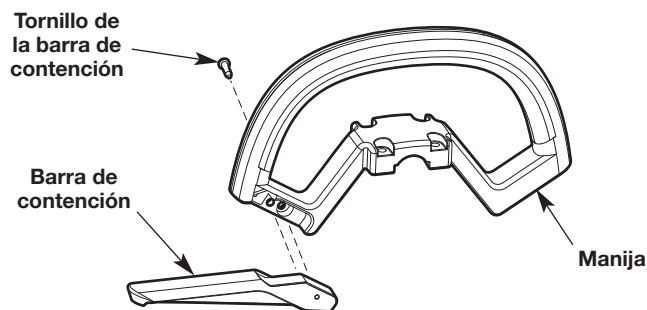

Fig. 6
1. Alinee los dos pasadores de la barra de contención con los dos orificios de la manija (Fig. 6).
3. Inserte el tornillo de la barra de contención en la manija (Fig. 6).